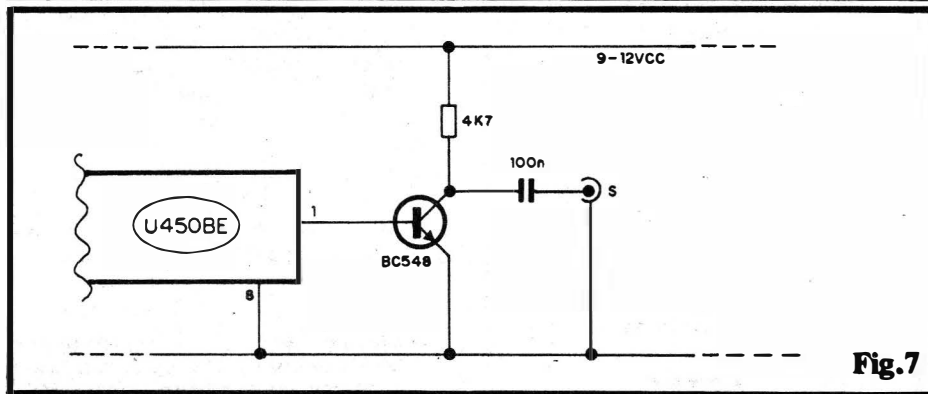

Fig.7
- **FIG. 7 - "PUXANDO" O SINAL DA SITTOC PARA EVENTUAL AMPLIFICAÇÃO "BRAVA"**... - Ainda quanto a eventuais adaptações/modificações na Saída da SITTOC, é possível (ver diagrama) extrair o sinal em nível, impedância e características apropriadas para excitação da Entrada de um Amplificador de Potência qualquer... No caso, mantém-se apenas o